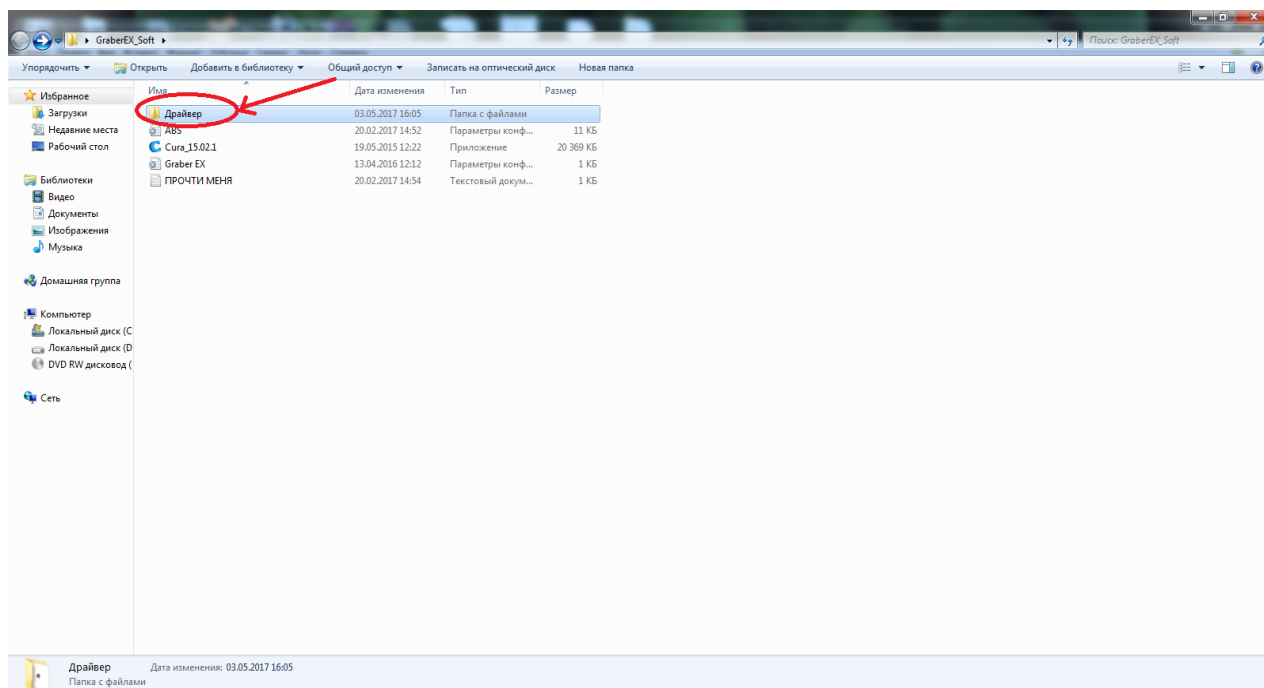

Рисунок 2. Папка «Драйвер»
2) Откройте папку «Драйвер», рисунок 2